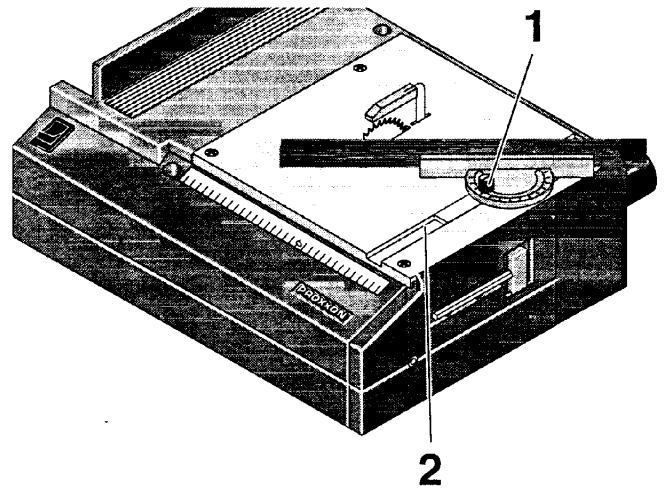

Fig. 6
1. Klemmschraube **1** (Fig. 6) lösen, Winkel entsprechend der Skala einstellen und Klemmschraube wieder festziehen. Dann das Werkstück leicht gegen den Anschlag drücken und den Anschlag entlang der Nut **2** entlangführen.